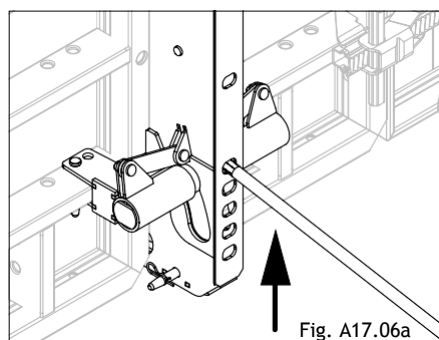

Fig. A17.06a
3. Опънете леко и поставете шахтовия елемент в декофрираща позиция с аматурен прът. Натиснете нагоре с него. (Fig. A17.06a, A17.06b)